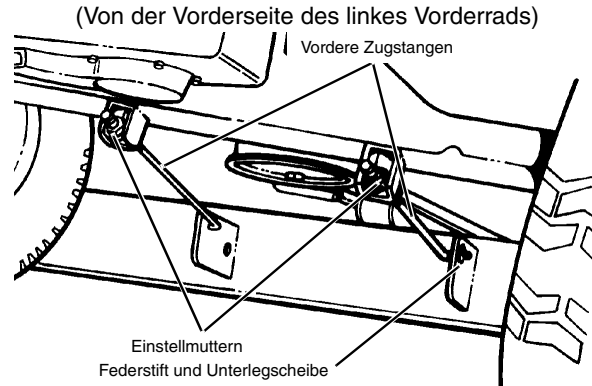

ABBILDUNG 33
- Muttern auf den vorderen Zugstangen gleichmäßig drehen bis die Einstellung stimmt. Mutter im Uhrzeigersinn drehen, um Vorderteil des Mähers anzuheben. Mutter entgegen dem Uhrzeigersinn drehen, um Vorderteil des Mähers abzusenken (siehe ABBILDUNG 33).
- Federstifte und Unterlegscheiben von den beiden Mäher-Zugstangen vorn im Gehäuse entfernen (siehe ABBILDUNG 33).